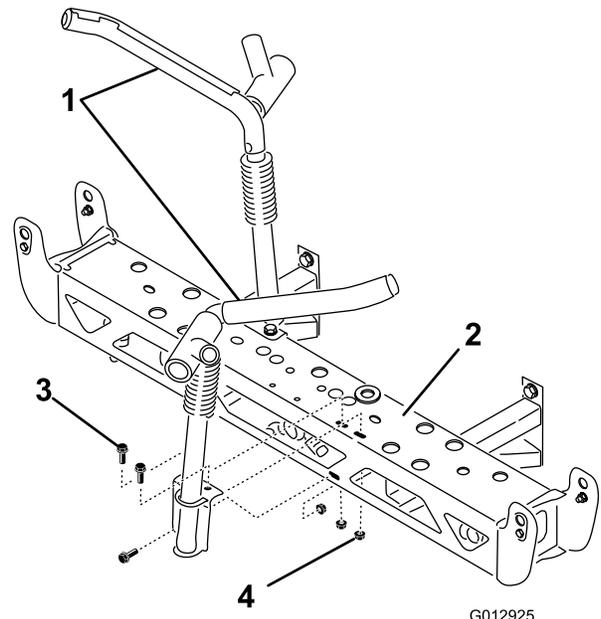

Bild 28
- Montieren Sie die Transportwiegen der Ausleger mit 6 Schrauben ((3/8 x 1-1/4 Zoll)) und 6 ((3/8 Zoll)) Sicherungsmuttern am mittleren Ausleger. Richten Sie sie wie in Bild 28 dargestellt aus.